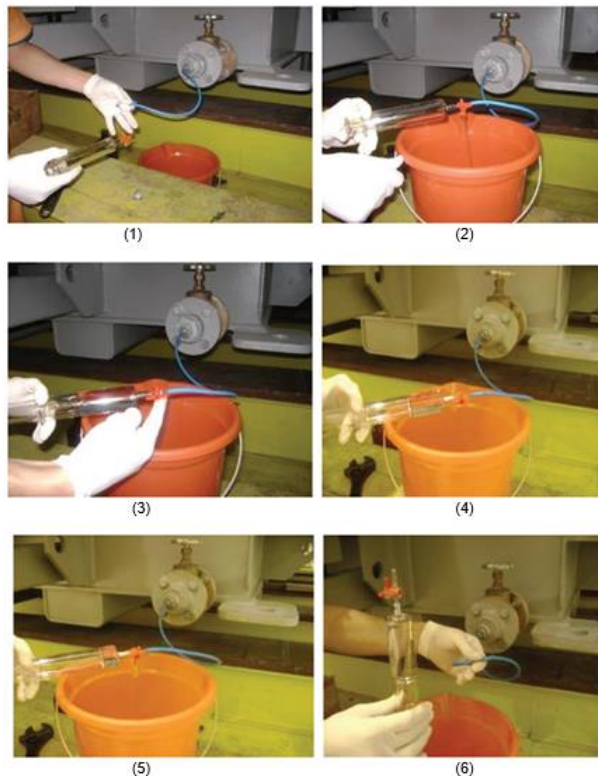

Figura 23 - Sequência de coleta com seringa
- a) Observar a coleta na sequência de 1 a 6 na **Figura 23**.